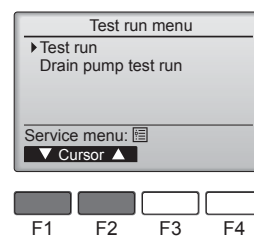

Fig. 6-4
④ Seleccione "Test run" (Modo prueba) con el botón [F1] o [F2], y pulse el botón (✓). (Fig. 6-4)